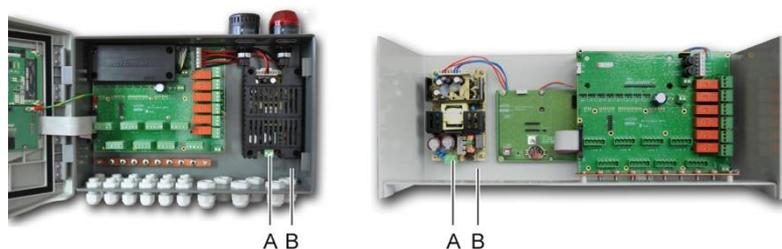

Abbildung 28: Anschluss der Netzversorgung bei Wandaufbau- (links) und Rack-Version (rechts).
Der Anschluss der Stromversorgung erfolgt entsprechend Abbildung 28 (A). Die Erdung wird mit dem Gehäuse (B) verbunden.